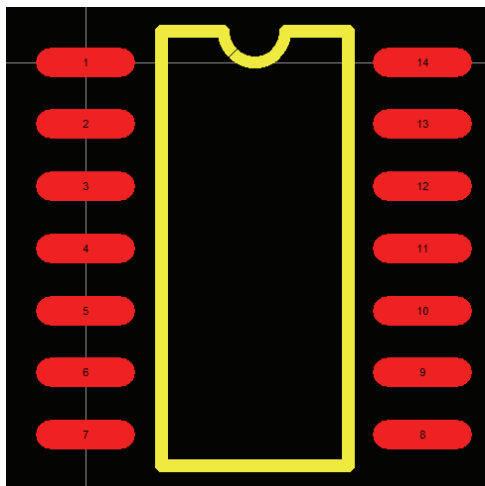

图 5-93 绘制元器件封装的外形
7) 接着选择“Place”→“Arc”命令，在外形轮廓线上绘制圆弧，圆弧的集合参数半径为 25mil，圆心位置为 (135, 25)，起始角为 180°，终止角为 360°。执行命令后，光标变为十字，将光标移动到适当的位置后，先单击确定圆弧的中心，然后移动鼠标单击确定圆弧的半径，最后确定圆弧的起点和终点。绘制完的图形如图 5-93 所示。